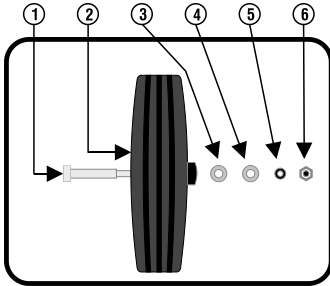

Fig. 3 – Componentes para fixação das rodas
- a) Conforme descrição das peças da Fig. 3, com o lado externo da roda para fora do motocompressor, monte o parafuso sextavado (peça 1), passando pelo furo da roda (peça 2). Coloque uma arruela lisa (peça 3), passe o parafuso pelo furo do suporte do motocompressor, colocando a arruela lisa (peça 4), seguida da arruela de pressão (peça 5) e, por último, a porca sextavada (peça 6);
- b) Sequência de peças para montagem das rodas, Fig.3: